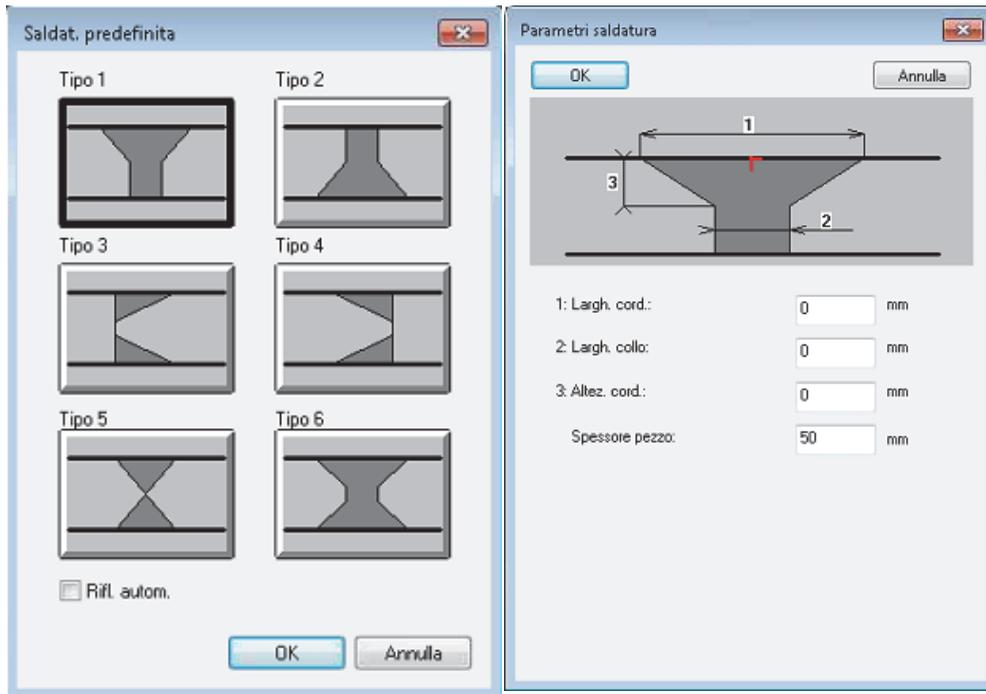

Figura 4-27 Le finestre di dialogo **Saldat. predefinita** e **Parametri saldatura** (per Tipo 1)
- a) Nella finestra di dialogo **Agg. saldatura**, cliccare sul tipo di saldatura pertinente per aprire la finestra di dialogo **Parametri saldatura** (vedi Figura 4-27 a pagina 128).